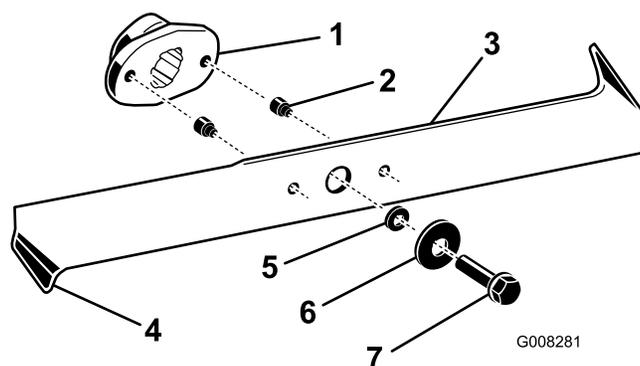

Figure 37
2. Examinez le tranchant des lames (Figure 37). S'ils sont émoussés ou présentent des indentations, déposez et affûtez les lames ; voir Affûtage des lames \(page 33\).
- Inspectez les lames, surtout les bords recourbés (Figure 37). Si vous remarquez que les lames sont usées ou endommagées à ces endroits, remplacez-les immédiatement.
- Si les goupilles de cisaillement sont cassées, remplacez-les immédiatement (Figure 37).
- Enlevez les boulons, les rondelles et les lames (Figure 37). Pour enlever le boulon, bloquez éventuellement la lame en introduisant une cale en bois entre la lame et le carter de tondeuse.
- Montez les lames, les rondelles et les boulons de fixation (Figure 37).